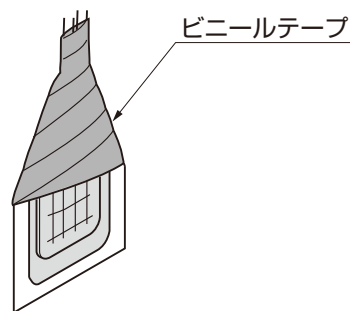

図4-5
- ⑥レジジン袋の上端をビニールテープで巻いて樹脂が硬化するまで動かさないようにしてください。(図4-5参照)